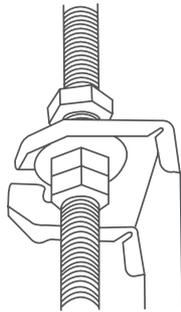

Fig. 4.5
5. Monte la unidad interior. Necesitará dos personas para levantarla y asegurarla. Inserte los pernos de suspensión en los agujeros colgantes de la unidad. Sujete con las arandelas y tuercas incluidas ( Fig. 4.5).